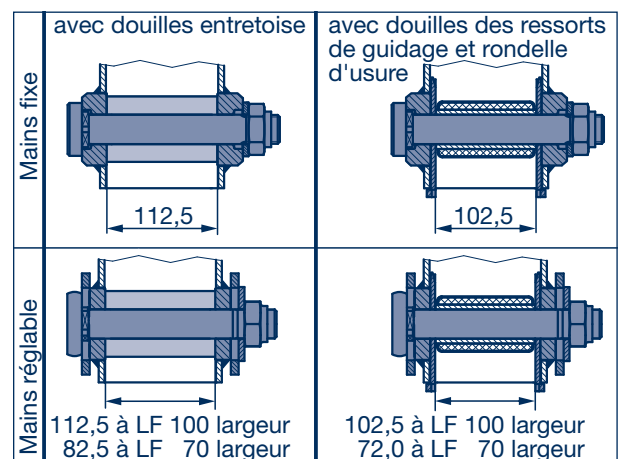

Figure 14
- [22] Utiliser de nouvelles douilles et les préserrer avec douille d'écartement ou douille de ressort de guidage (1005) plus plaques d'usure montées (1525), les aligner au centre et sur les mains réglables et les fixer, voir figure 14. (LF = ressort de guidage)